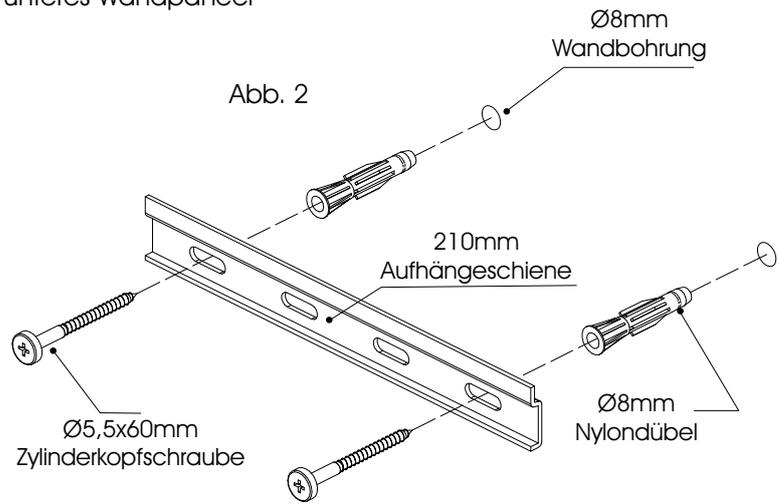

Abb. 2
1. Die $\text{Ø}8 \times 25 \text{mm}$ Halbrundkopfschrauben (Abb. 1+2) in die Montagerückwand eindrehen. Die Schrauben dürfen nicht in den Falzbereich hereinreichen (Abb. 2)